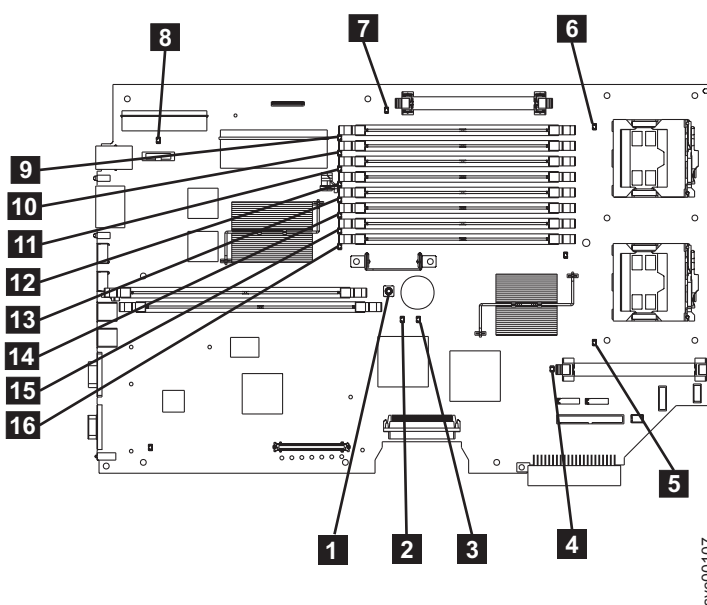

図 101. SAN ボリューム・コントローラー 2145-8F4 または SAN ボリューム・コントローラー 2145-8F2 システム・ボード
ーン上の LED 状態を監視している必要があります。システム・ボード LED の位置は、図 101 に示されます。ファン LED はそれぞれのファンに隣接して配置されています。必要な LED を表示するには以下を行います。
- d. ライト・パス診断ボタン **1** を押します。図 101 を参照してください。